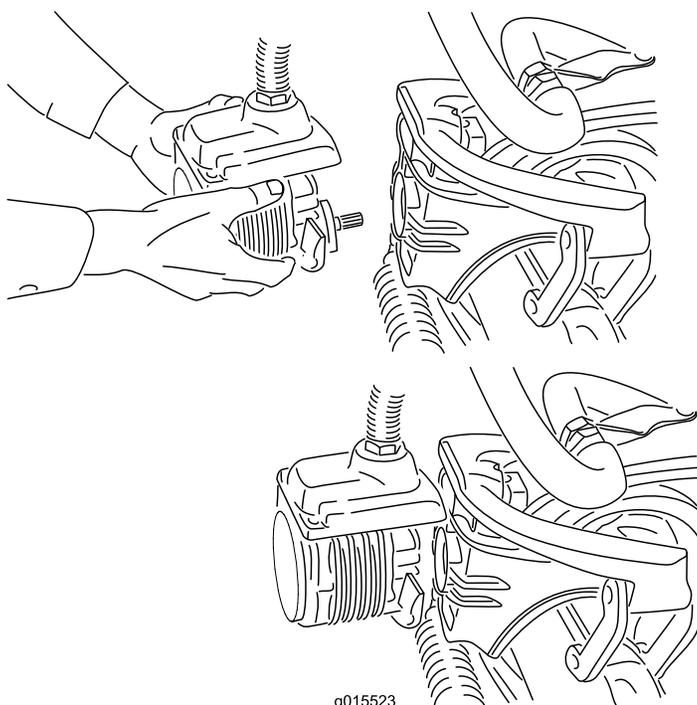

図 37
4. 外したモータは、サスペンションアームの前部にある一時保管位置にセットしておく図 37。